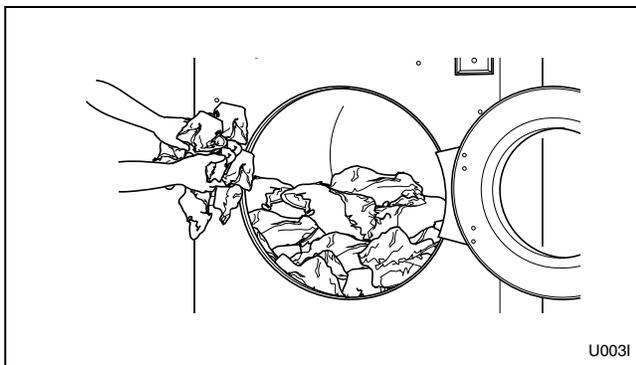

Figura 11
4. Cargue según la capacidad siempre que sea posible. **NO LA SOBRECARGUE.** Consulte la *Figura 11*.